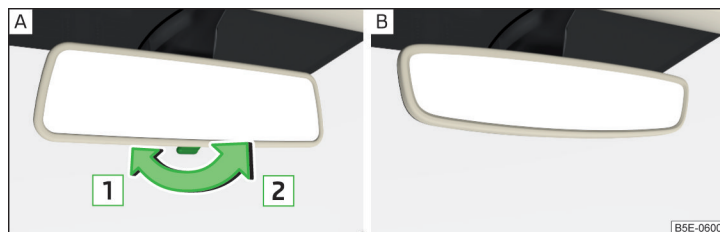

Fig. 60 Retrovisor interior: con ofuscación manual / con ofuscación automática - Variante 1
**Espejo con ofuscación manual** » fig. 60 - A
La ofuscación del espejo » fig. 60 - B es manejada automáticamente después del encendido del motor.